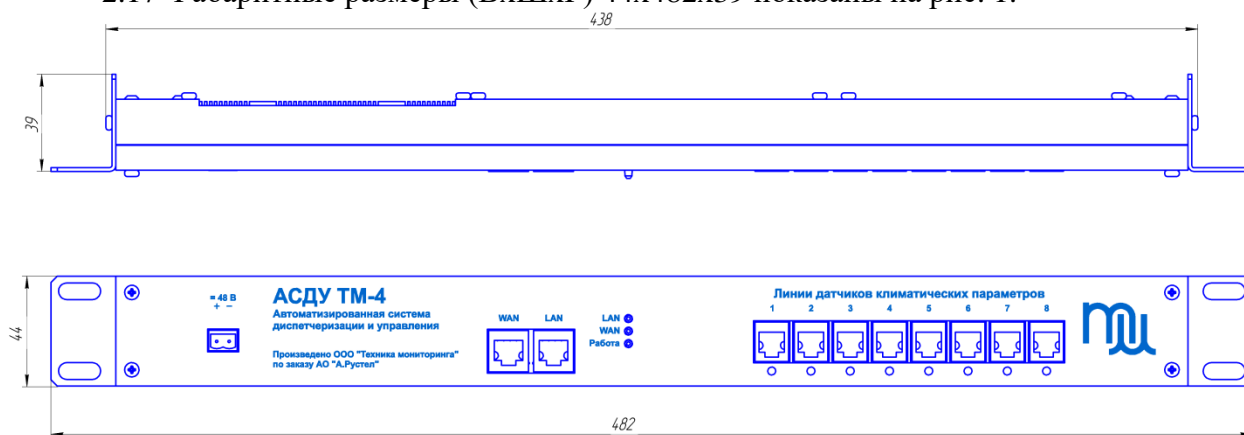

Рисунок 1
2.17 Габаритные размеры (ВхШхГ) 44x482x39 показаны на рис. 1.